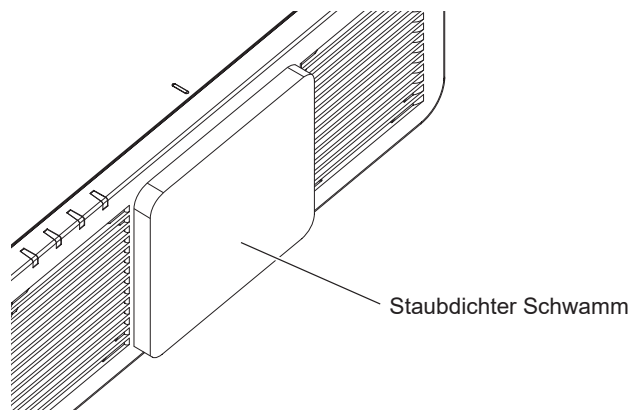

Abb. 1
- 1) Entfernen Sie den staubdichten Schwamm. (Abb. 1)